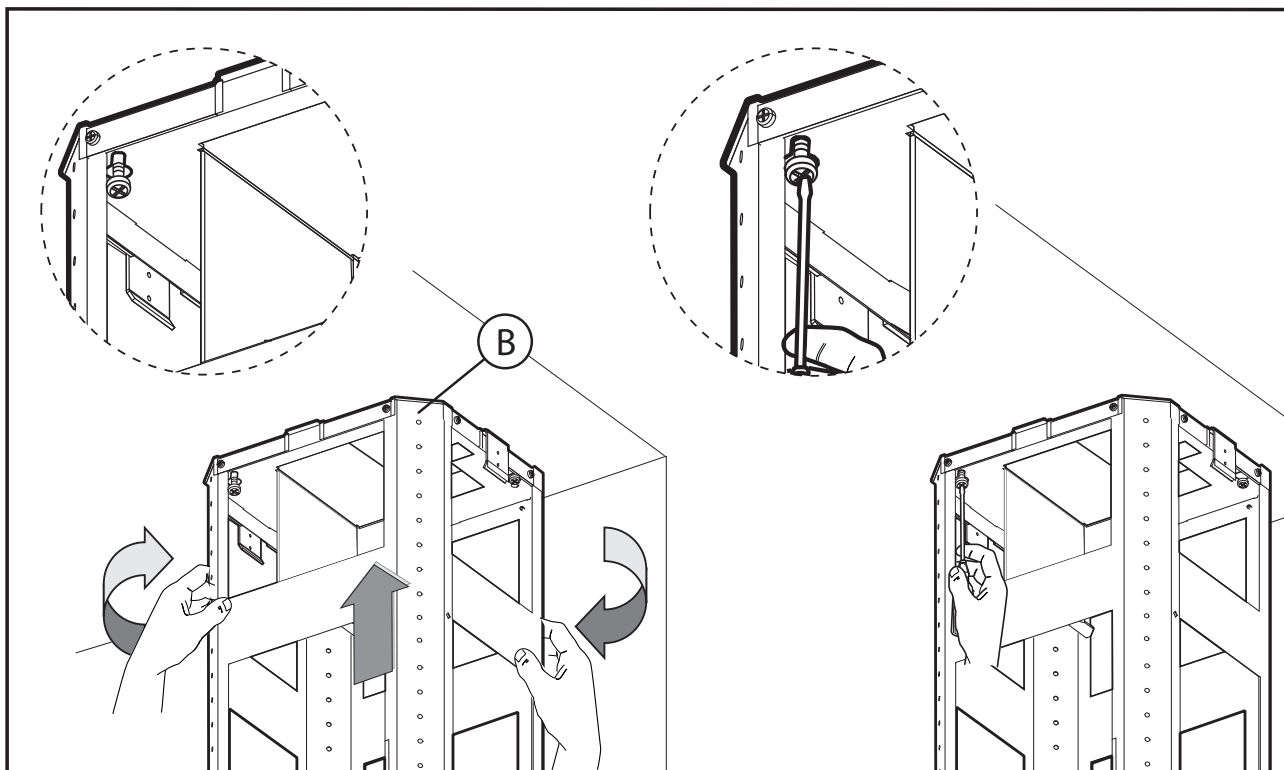

Fig.3
- Prendre la partie supérieure de la structure **B** (**Fig.3**) et l'insérer sur les 3 vis pas vissées complètement correspondant avec les 3 orifices fendus. Faire une petite rotation pour l'encastrement (**Fig.3**).
Fig.3: Fixer le déviateur d'air **A** sur l'étrier de support par la vis **B** comme il est indiqué dans le visuel. Une fois que le déviateur d'air **A** a été fixé, il faut connecter le tube flexible (**TUYAU CIRCULAIRE DE 6" FLEXIBLE EN MÉTAL NON INCLUS**).